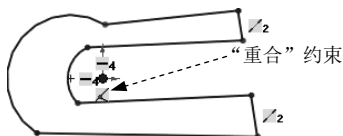
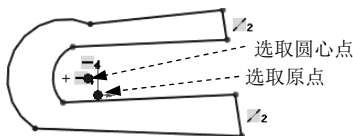

图 4.13.7 添加“重合”约束
图 4.13.8 选取圆心点和原点
Step2. 添加如图 4.13.7 所示的“重合”约束。按住 Ctrl 键，选取如图 4.13.8 所示的圆心和原点，系统弹出“属性”对话框，在 **添加几何关系** 区域中单击  **重合(D)** 按钮。